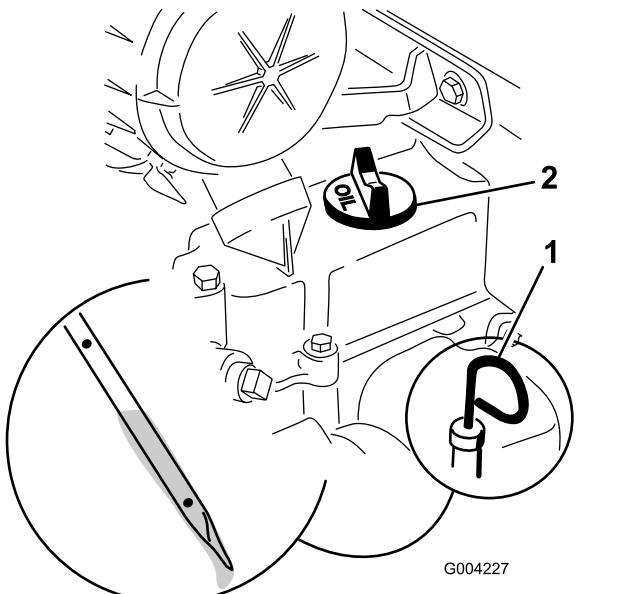

Figura 32
4. Limpie la zona alrededor de la varilla de aceite (Figura 32).
5. Retire la varilla y límpie el extremo metálico (Figura 32).
6. Introduzca la varilla a fondo en el tubo de la varilla (Figura 32).
8. Si el nivel de aceite es bajo (por debajo del orificio inferior), límpie alrededor del tapón de llenado de aceite y retire el tapón (Figura 32).
6. Retire el tapón de llenado de aceite (Figura 32) y vierta lentamente aproximadamente el 80 % de la cantidad especificada de aceite a través de la tapa de la válvula.
9. Retire el tapón de llenado de aceite (Figura 32) y vierta lentamente aproximadamente el 80 % de la cantidad especificada de aceite a través de la tapa de la válvula.